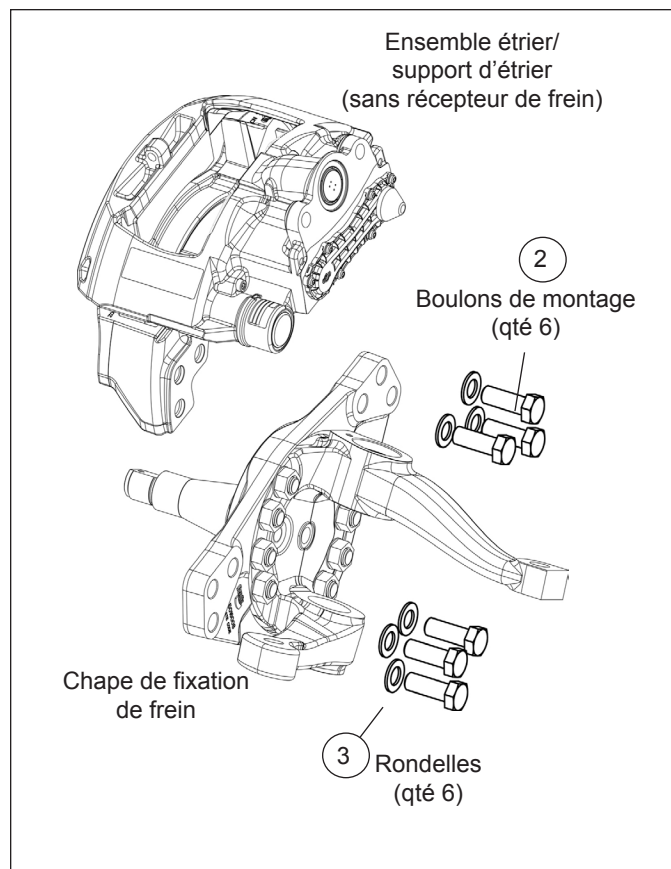

Figure 10 – Étrier/support d'étrier, montage axial
1. (Cf. Figure 10.) Supporter le frein à disque pneumatique avec l'appareillage nécessaire; enlever les six boulons (article 2) et rondelles (article 3) de fixation du frein à la chape, puis déposer l'ensemble étrier/support d'étrier du véhicule.